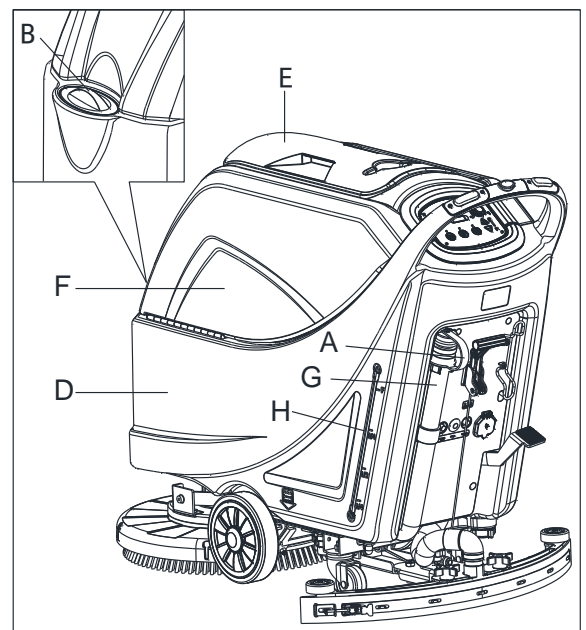

Figura 7
- Abra a tampa de entrada de água (B, Figura 7).
- Não encha o tanque em demasia; consulte o volume de água no indicador do nível de água (H).